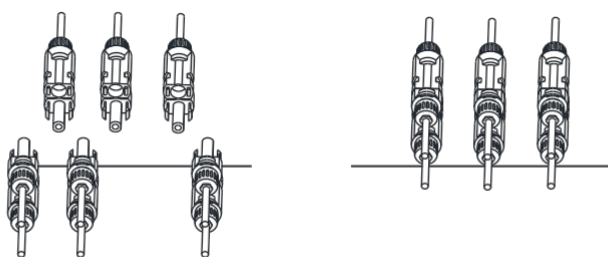

Imagen 5.6: Conexión de entrada de CC
d) Por último, inserta el conector de CC en las entradas positiva y negativa del inversor, tal y como se muestra en la imagen 5.6